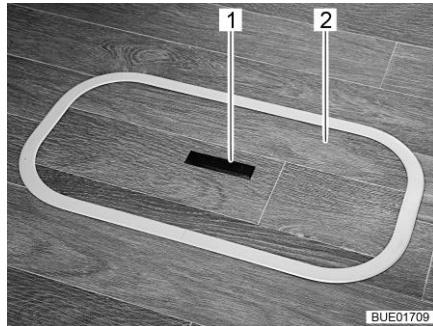
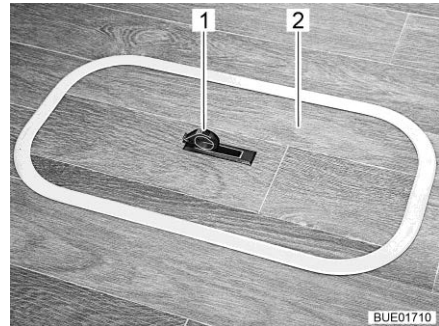

Fig. 76 Couvercle compartiment dans le plancher (poignée encastrée)
Fig. 77 Couvercle compartiment dans le plancher (poignée pivotée vers l'extérieur)
- Pousser la plaque de la poignée (Fig. 76,1) vers le bas d'un côté. La poignée (Fig. 77,1) pivote vers le haut.
- Tirer le couvercle (Fig. 76,2 et Fig. 77,2) vers le haut pour le retirer.